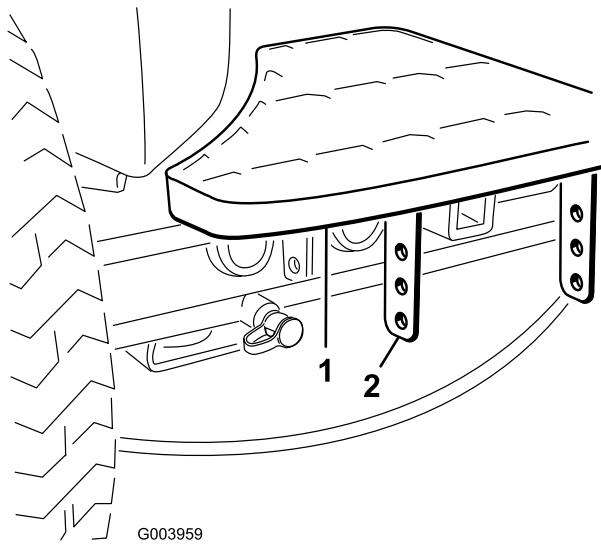

Figura 2
- Retire los 2 pernos y las tuercas que sujetan los soportes de los peldaños al bastidor de la unidad de tracción (Figura 2).